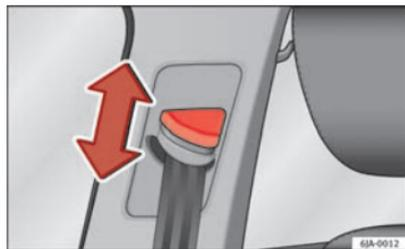

Fig. 16 Localização de montagem do regulador do cinto de segurança em altura
- Pressionar a guia da faixa superior do cinto de segurança na zona de cima e mantê-la nessa posição ⇒ Fig. 16.